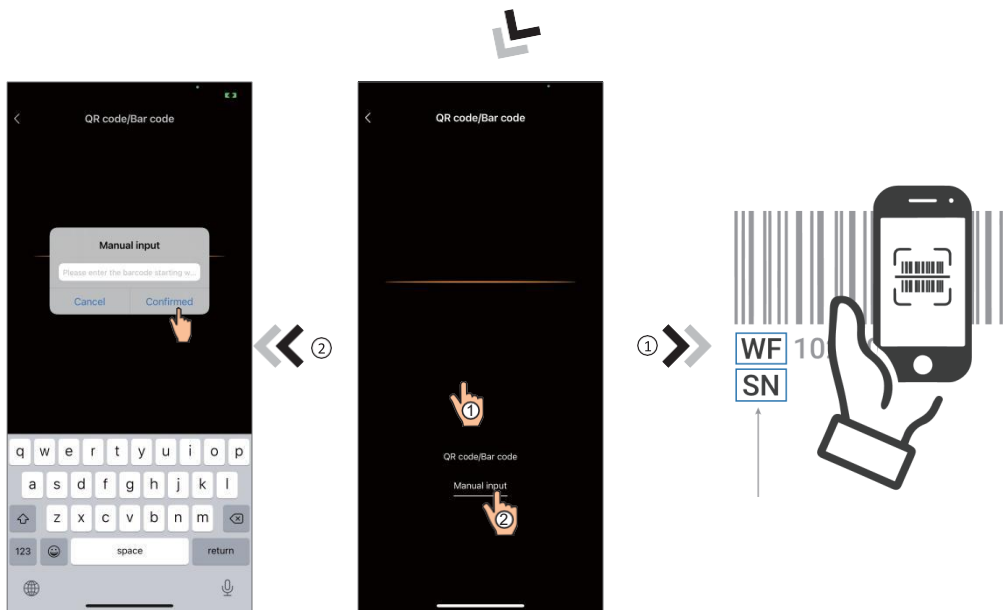

Fig.19.2 Interfața de introducere manuală Fig.18 Interfața de scanare Fig.19.1 Codul de bare WF/SN
- 8 Faceți clic pe "OK" (Fig.17) pentru a permite aplicației să folosească camera pentru a scana codul WF de pe modulul WIFI (Fig.19.1), or faceți clic pe "introducere manuală" pentru a introduce codul WF (Fig.19.2).